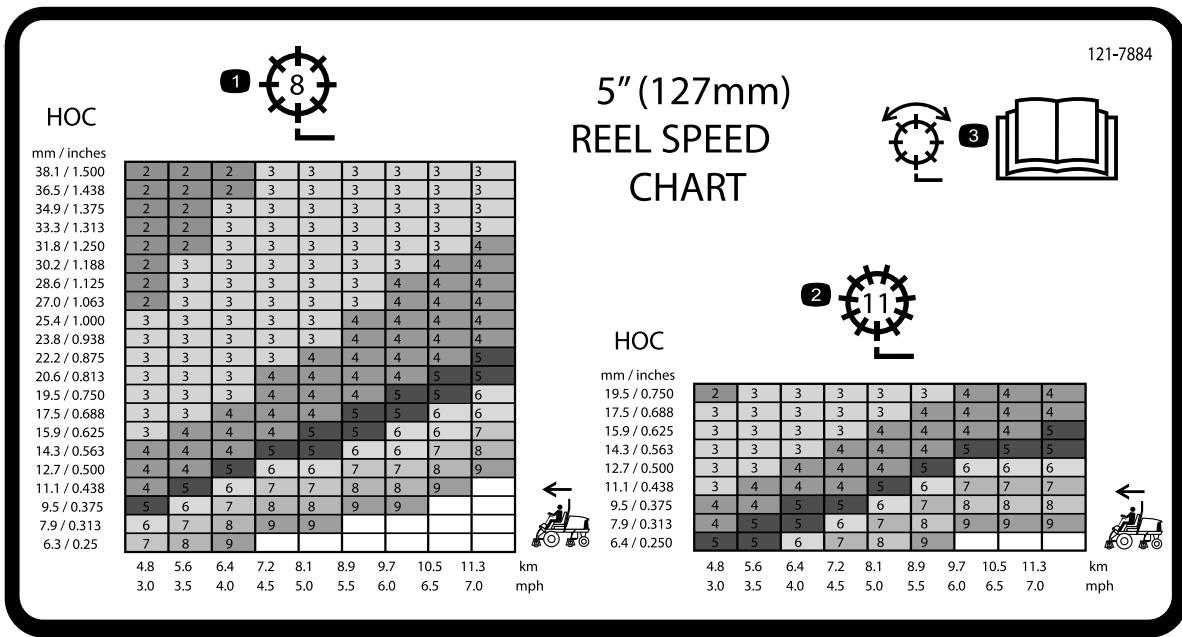
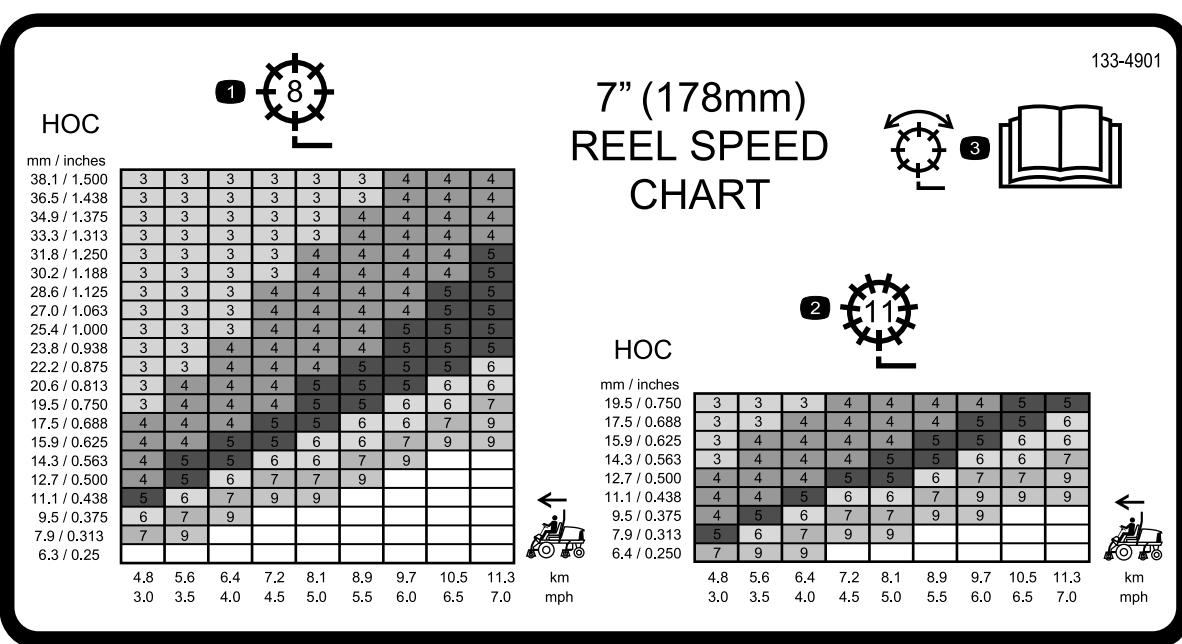

Figura 31
Figura 32
3. Utilizzate il grafico sulla tabella di velocità dei cilindri (Figura 31 e Figura 32) per determinare l'impostazione opportuna della velocità dei cilindri.